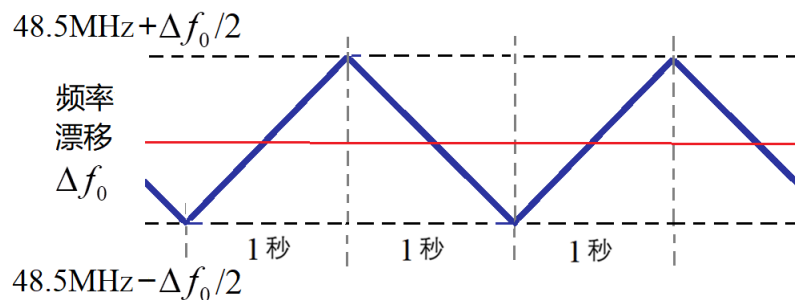

图 2：载波频率漂移的图示
- (1) 要求设计制作的发射电路中 FM 信号的载波频率能通过一个电压信号 $v_c(t)$ 进行调节，用来模拟无线通信中载波频率漂移的情况。电压信号 $v_c(t)$ 单位电压调节载波频率产生的频率漂移量，由参赛者自行设计。
- (2) 在保证系统能正确进行双路语音无线传输的前提下，通过 $v_c(t)$ 信号调节 FM 信号的载波频率产生不小于 300 kHz 的漂移，要求调节时间 τ 不超过 5s（秒）。
- (3) 在保证系统能正确进行双路语音无线传输的前提下，通过 $v_c(t)$ 信号调节 FM 信号的载波频率，按照图 2 所示进行漂移，要求 FM 信号的载波频率漂移范围 Δf_0 越大越好。